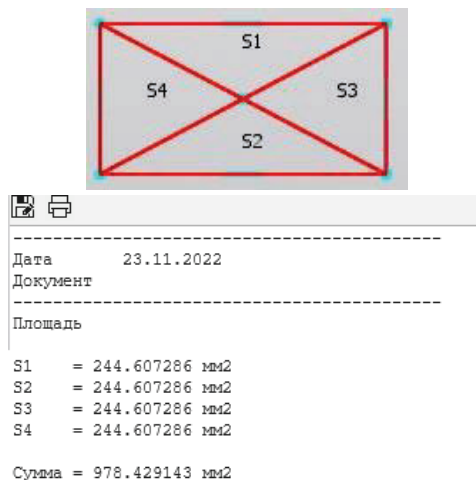

Рисунок 1.78 – Математический модуль
**Важно!** При использовании некоторых команд программа может запускать математический модуль. Например, при расчете площади объектов можно выводить сумму площадей определенных фигур (рисунок 1.78).